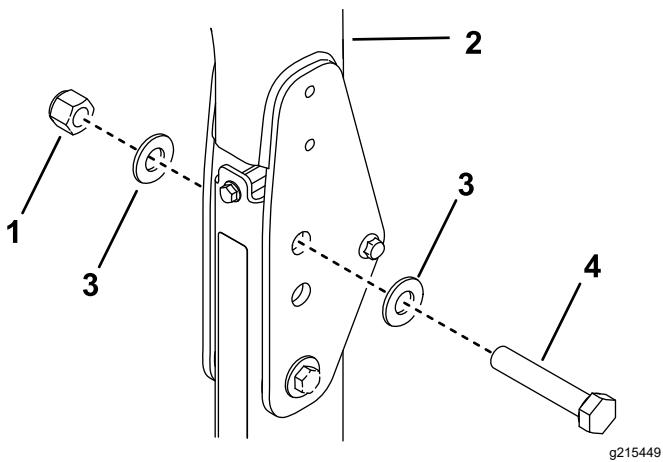

図 37
2. 図 37に示すように、ワッシャ $13/16 \times 1\frac{1}{2}"$ を各ボルト $\frac{3}{4} \times 4"$ に組み付ける。
3. ピンを抜いた穴に、ボルトとワッシャを取りつける図 37。
4. 図 37のように各ボルトにもう1枚のワッシャを入れ、ナット $\frac{3}{4}"$ で固定する。